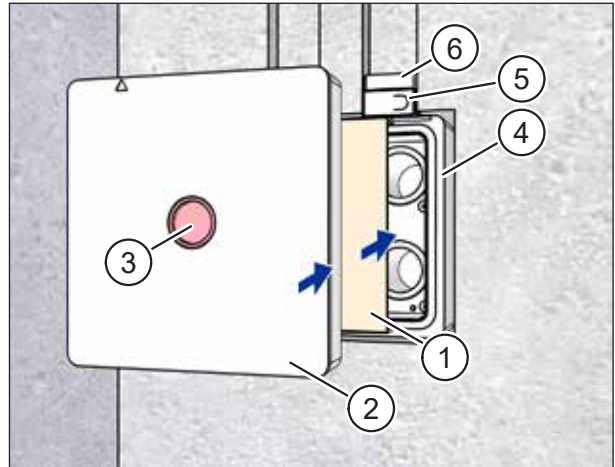

Abb. 18: Kartoneinlage und Putzschutzdeckel einsetzen
- ▶ Setzen Sie die Kartoneinlage (Pos. 1 in Abb. 18) in den Mauerkasten (Pos. 4 in Abb. 18) bis zum Anschlag ein.
- ▶ Setzen Sie den Putzschutzdeckel (Pos. 2 in Abb. 18) in den Mauerkasten (Pos. 4 in Abb. 18) bis zum Anschlag ein.
- ▶ Kontrollieren Sie, dass der rote Signaldeckel (Pos. 3 in Abb. 18) im Putzschutzdeckel sitzt.
- ▶ Kontrollieren Sie, dass die Putzschutzdeckel (Pos. 5 in Abb. 18) in den 90°-Winkeln (Pos. 6 in Abb. 18) sitzen.